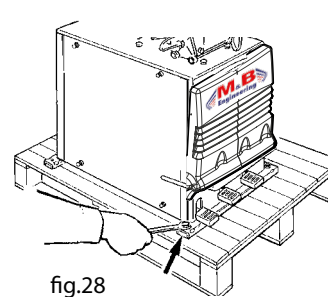

fig.28
- Svitare i 2 dadi che fissano la macchina al pallet (fig.28).
- Unscrew the two screws that fix the machine to the pallet (fig.28).
- Dévisser les 2 écrous qui fixent l'appareil au pallet (fig. 28).
- Die zwei Muttern abschrauben, mit denen das Gerät auf der Holzpalette festgemacht ist (Abb. 28).
- Destornille las 2 tuercas que fijan la máquina sobre el palet (fig. 28).